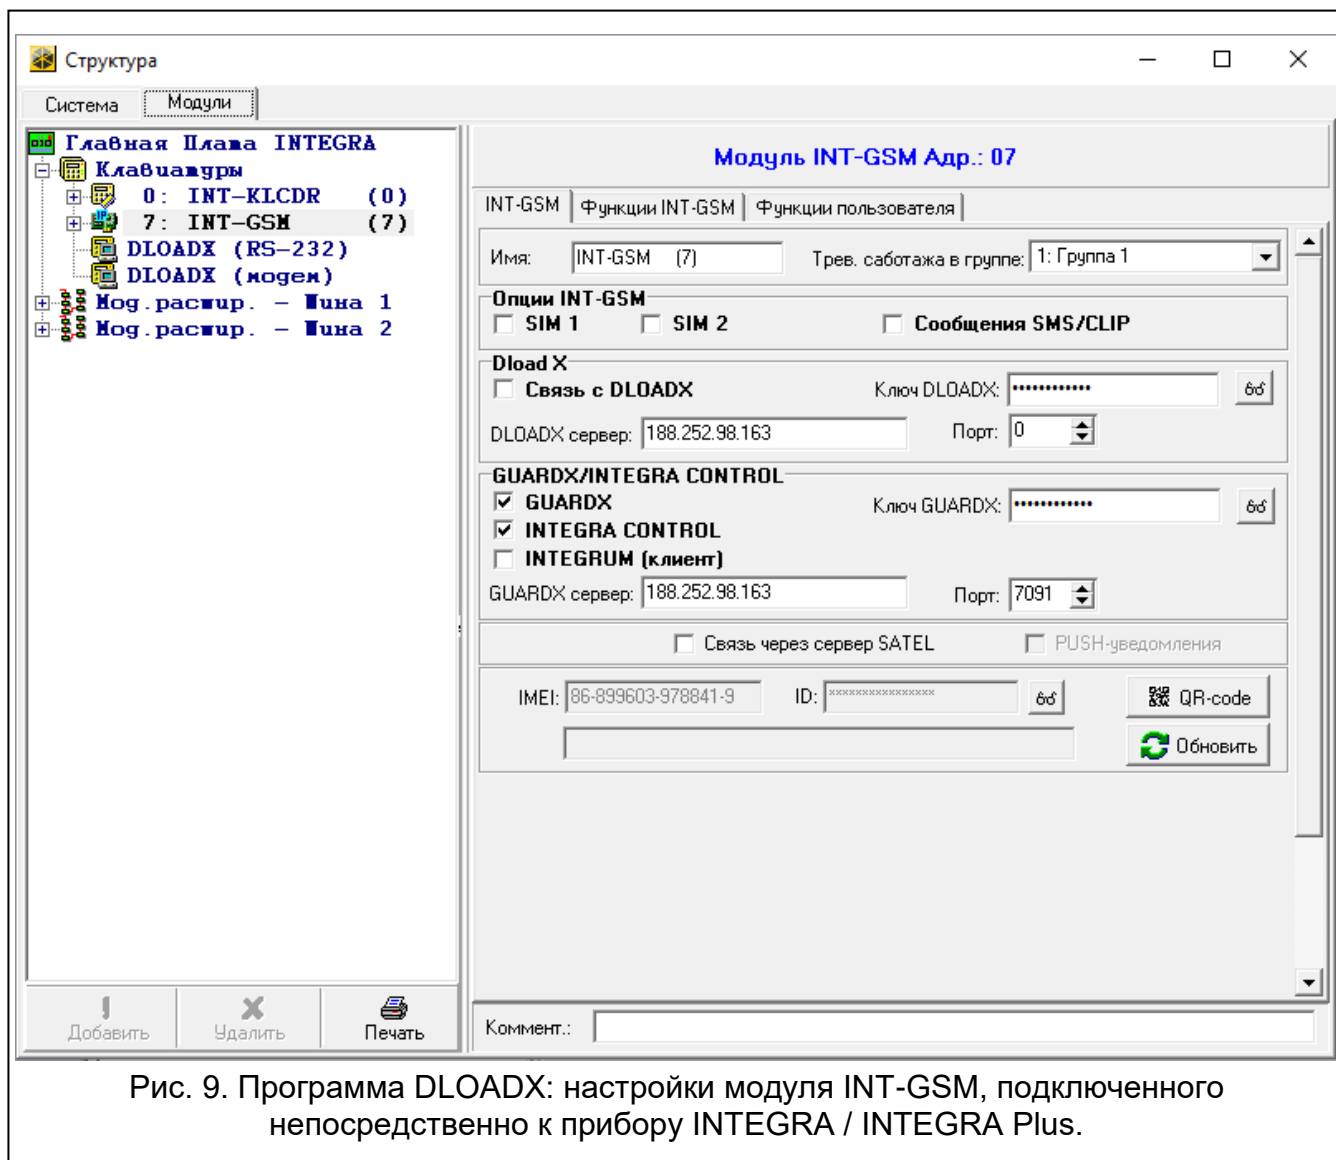

Рис. 9. Программа DLOADX: настройки модуля INT-GSM, подключенного непосредственно к прибору INTEGRA / INTEGRA Plus.
- ПО DLOADX: окно «Структура» → закладка «Модуль» → ветка «Клавиатуры» → [название модуля] (рис. 9),